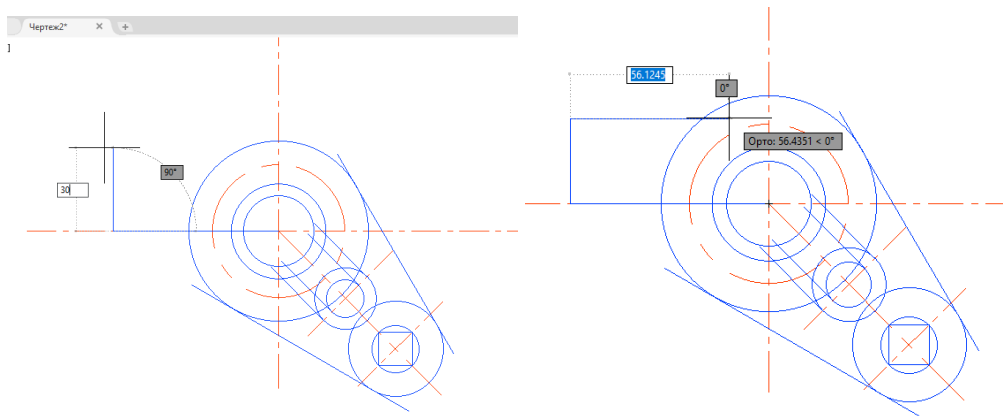

*Рис. 2.16. Построение малой окружности*
**12.** Постройте окружность **C9** радиусом **5** мм с центром в точке пересечения осевых линий (вертикальной линии и окружности), рис. 2.16.